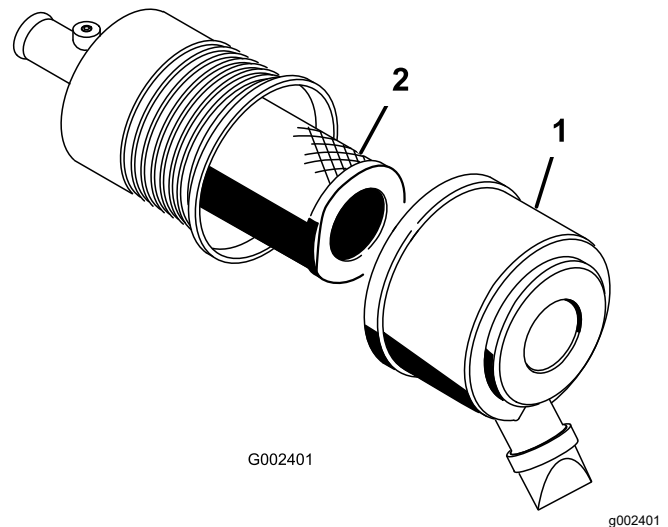

Figura 40
1. Abra los cierres del limpiador de aire y tire de la tapa de la entrada de aire para separarla del cuerpo del limpiador de aire (Figura 40).
3. Extraiga con cuidado el filtro del cuerpo del limpiador de aire (Figura 40).
5. Introduzca el filtro con cuidado sobre el tubo de la carcasa (Figura 40).
6. Instale la tapa del limpiador de aire con el lado hacia arriba, y fije los cierres (Figura 40).